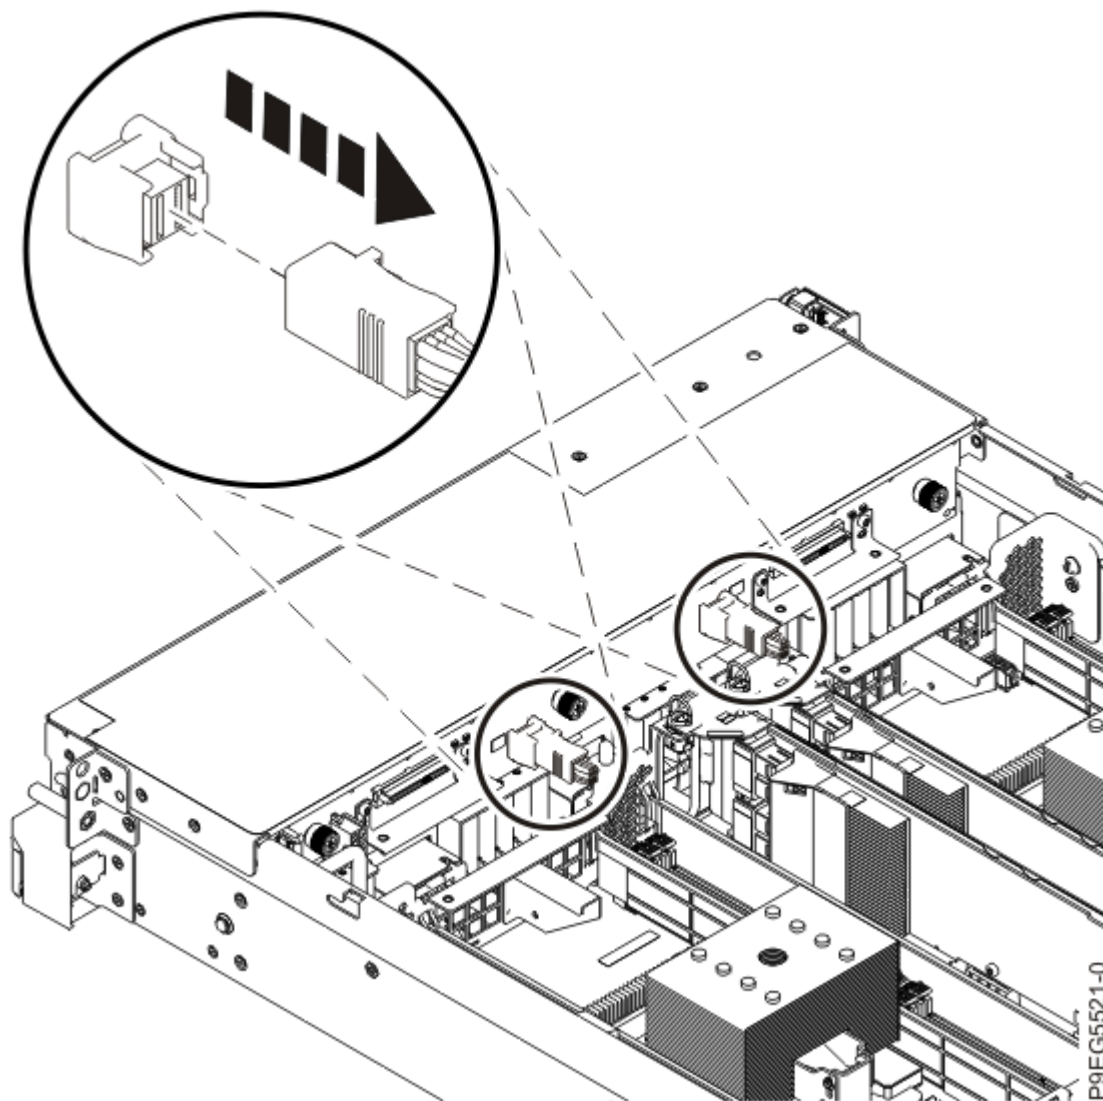

Abbildung 11. Vordere SAS-Kabel abziehen
6. Beschriften Sie die vorderen SAS-Kabel und kennzeichnen Sie, mit welchen Anschlüssen die Kabel an der Plattenlaufwerksrückwandplatine und am internen SAS-RAID-Adapter verbunden sind. Notieren Sie, wie die Stecker und Anschlüsse verbunden sind. Ziehen Sie die vorderen SAS-Kabel von der Plattenlaufwerksrückwandplatine ab, indem Sie auf die Kabelverriegelung drücken und die Kabel abziehen (siehe Abbildung 11 auf Seite 13).